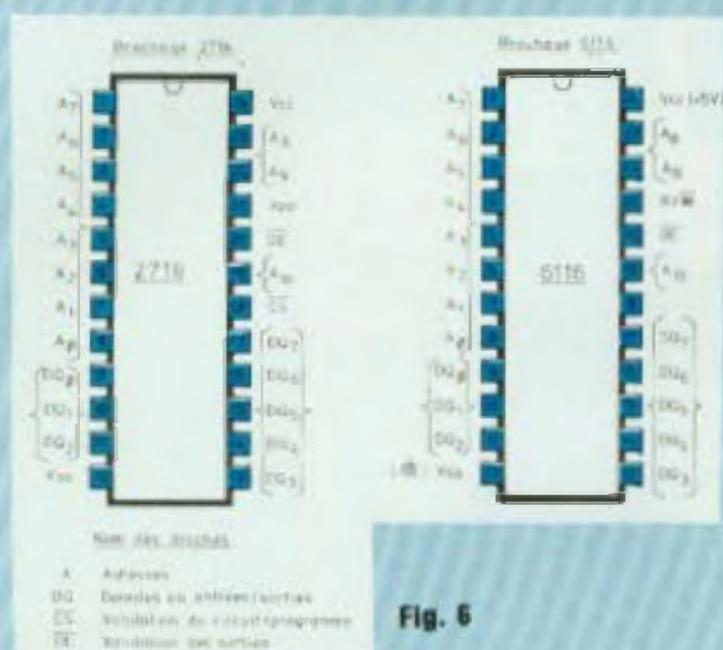

Fig. 6
- Fig. 6 : Mémoires EPROM 2716 et RAM 6116.
paraissant dans les articles suivants, le listing complet avec commentaires en français peut être fourni avec le circuit EPROM 2716. On trouvera en figure 6 le brochage du circuit 2716. Le circuit 6116, mémoire à lecture-écriture RAM de 2 koctets. Cette